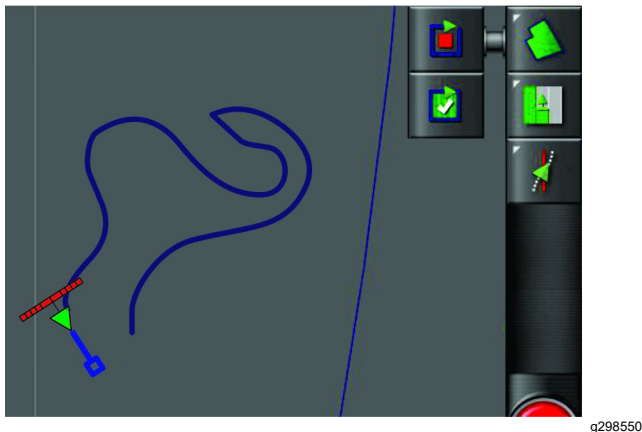

Figure 44
1. Lorsque vous approchez du point de départ de la limite du champ, arrêtez la machine (Figure 44).